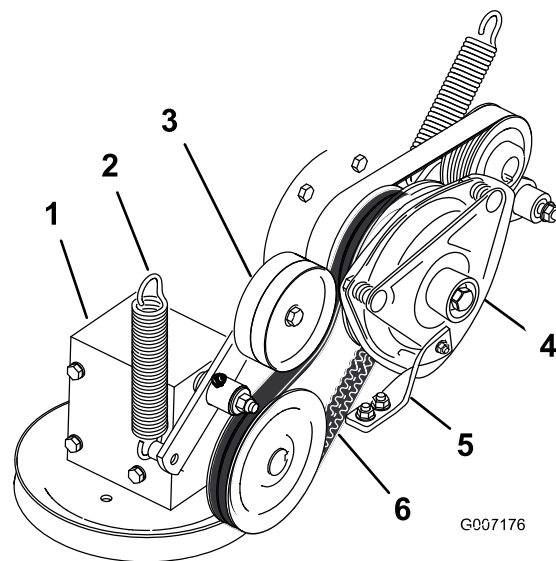

Figura 93
4. Retire a mola do braço do tambor falso (Figura 93).
7. Instale a correia de transmissão da PTO em torno da polia da embraiagem e da polia da caixa de velocidades (Figura 93).
9. Instale a mola no braço intermédio (Figura 93).